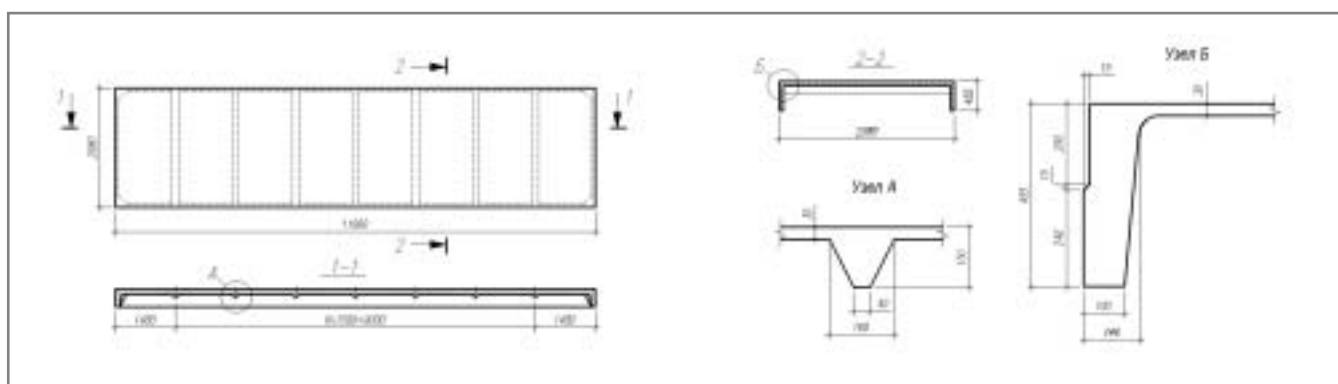

Рис. 7. Плита перекрытия (опалубочные размеры)
**Пример 1.** Рассмотрим железобетонную ребристую плиту перекрытия размерами  $3 \times 12$  м. Плита состоит из контурных ребер высотой 450 мм, которые расположены по периметру плиты, и поперечных ребер, расстояние между которыми 1,5 м. Общий вид плиты и ребер показан на рис. 7. В расчетной схеме ребра были приведены к эквивалентным по площади прямоугольникам. Полка плиты